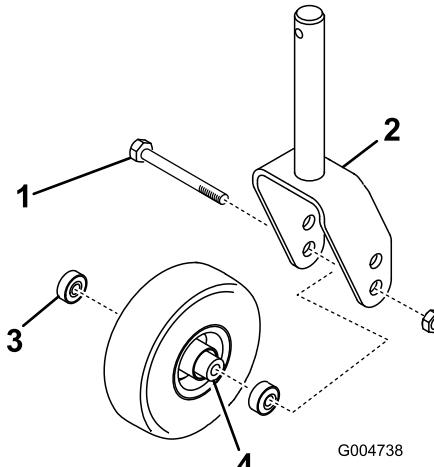

Figure 25
- Enlevez le contre-écrou du boulon qui fixe la roue pivotante à la chape (Figure 25). Maintenez la roue pivotante et sortez le boulon de la fourche ou du bras pivotant.
- Enlevez le roulement du moyeu de la roue et laissez tomber l'entretoise à l'extérieur (Figure 25). Enlevez le roulement de l'autre côté du moyeu.